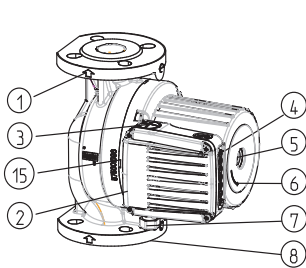
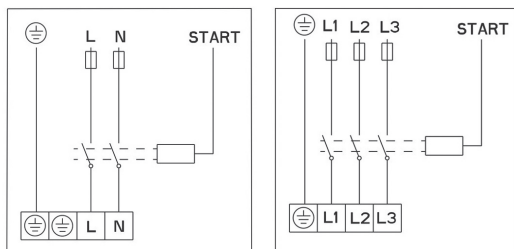

Fig.2
Fig. 4
- Direcția debitului de apă din pompă trebuie să se potrivească cu direcția indicată de săgeata de pe carcasa pompei (Fig.2-POS.1).
- Flanșele de racord sunt proiectate pentru presiunea nominală NP 6/10 (Fig.2 – POS.8)
- Pompele GHN (basic, auto), GHNM (basic, auto) au o singură carcasă hidraulică (Fig.2 – POS.8).
Carcasa hidraulică a pompei poate fi izolată numai până la fanta dintre motor și carcasa hidraulică. Deschiderile pentru scurgerea condensului trebuie să rămână neacoperite pentru a permite drenarea din carcasa statorului. În mod similar, aceleași deschideri trebuie să fie descoperite și la sistemele de încălzire, când se va efectua numai izolarea termică a carcasei hidraulice (Fig. 2, 3, POS. 15). Carcasa motorului electric, pe care sunt dispuse deschiderile pentru drenarea condensului, nu trebuie să fie izolată în nici un caz!
Cablajul trebuie conectat prin intermediul unei presetupe de cablu M20 (Fig.2 – POS.7).
Conexiunile electrice ale pompei trebuie efectuate în conformitate cu diagrama de conexiuni (Fig. 4) atașată pe spatele capacului motorului. Înainte de a face acest lucru, desfaceți capacul superior (Fig.2 - POS. 2).
La pompele de tip GHN (basic, auto), GHND (basic, auto), GHNMD (basic, auto), GHNMD (basic, auto) rotorul este imersat și dotat cu lagăre speciale gresate cu apă. Înainte de a pune pompa în funcțiune, aceasta trebuie umplută cu apă și dezaerată. Dezaerați pompa prin desfacerea șurubului de la spatele motorului electric (Fig.2-POS.5). Aerul va ieși prin fanta dintre arborele motorului și lagăr. Când apa începe să curgă pe aici, închideți vanele atât la partea de aspirație cât și de refulare a pompei. Porniți pompa și verificați direcția de rotație a axului. În cazul unei direcții de rotație greșite, va începe să clipească un bec cu lumină roșie.
Deconectați pompa de la curent, închideți vanele de pe ambele părți ale pompei (aspirație și refulare), deșurubați șurubul de la orificiul de dezaerare, plasați șurubelnița (Fig.2-POS.5) în canelura arborelui și răsuciți atât cât permite forța de frecare. Apoi înșurubați înapoi șurubul de la orificiul de dezaerare.